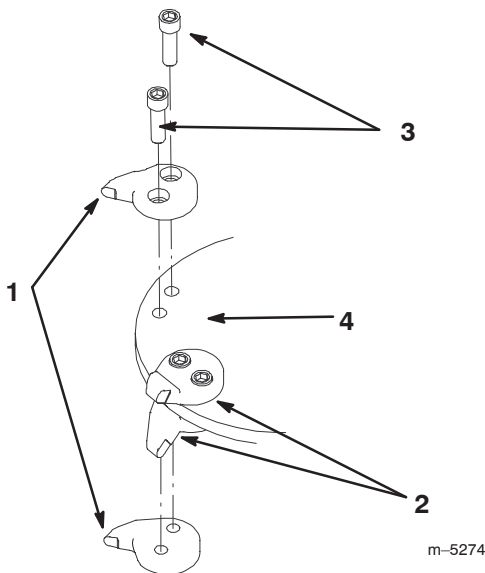

Bild 10
3. Drehen Sie das Fräserad per Hand, bis Sie die Zähne erreichen, die Sie austauschen möchten (Bild 10).
4. Entfernen Sie die zwei Schrauben, mit denen die Zähne befestigt sind und entsorgen die Zähne (Bild 10).
5. Montieren Sie die neuen Zähne an der gleichen Stelle auf der Scheibe und in derselben Richtung, in der die entfernten Zähne ausgerichtet waren; verwenden Sie dabei die vorhandenen Befestigungsschrauben (Bild 10).